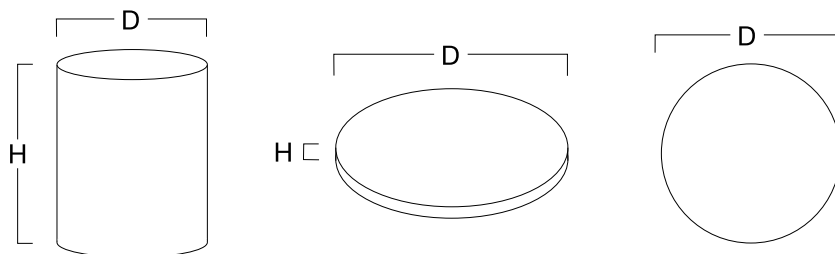

Figura 2: Cilindro, disco y esfera
1. Con el *calibrador*, medir seis veces la altura  $H$  del cilindro, y con el *tornillo micrómetro* medir seis veces su diámetro  $D$  (figura 2).
1. Con el *calibrador*, medir seis veces el diámetro  $D$  del disco, y con el *tornillo micrómetro* medir seis veces su altura  $H$  (figura 2).
1. Con el *tornillo micrómetro*, medir seis veces el diámetro  $D$  de la esfera (figura 2).